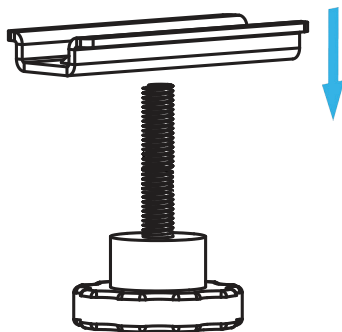

Abbildung 6
4. Setzen Sie die **Klemmplatte** wieder auf den **Drehknopf**. (Abbildung 6)